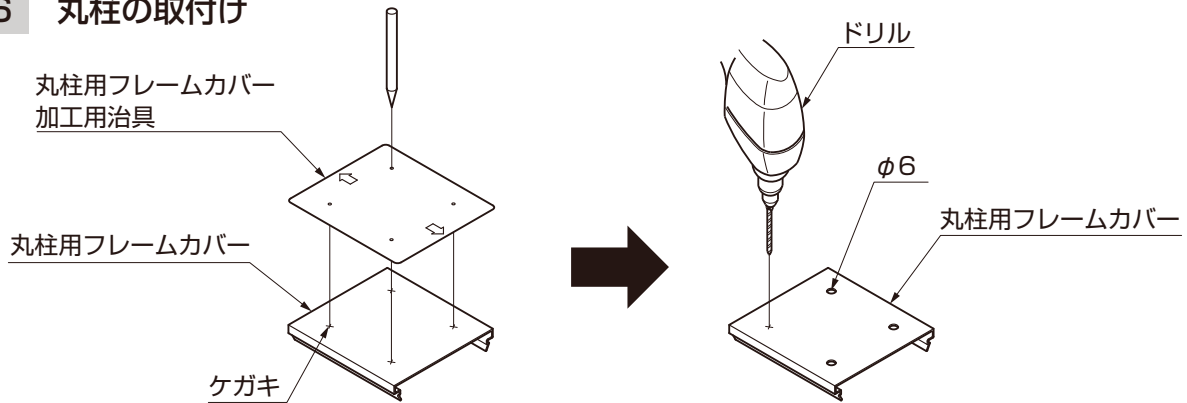

図4-21 丸柱用フレームカバーの加工
- ①丸柱フレームカバー加工治具で丸柱用フレームカバーにケガキ、φ6の穴加工を行ってください。(図4-21参照)